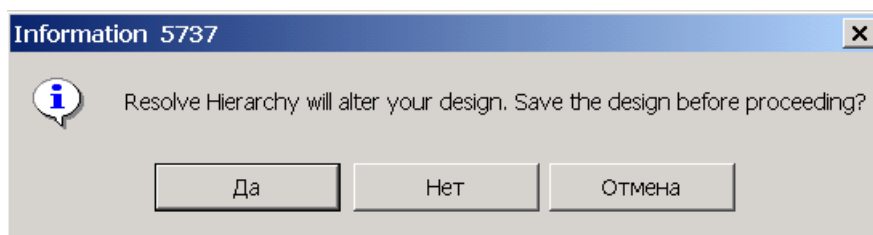

Рис. 6-26. Сообщение о необходимости сохранения проекта
2) Поскольку эта команда существенным образом преобразует проект система запросит разрешение на его сохранение, выставив информационное сообщение, показанное на рис. 6-26. Проект можно сохранить с тем же или другим именем.